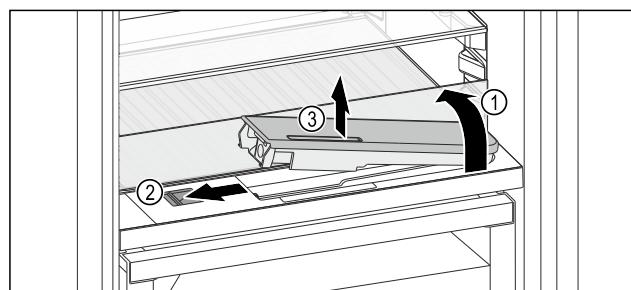

Fig. 135
- ▶ 抬起玻璃隔板，将其向后翻转至止挡 Fig. 135 (1)。
- ▶ 向左推滑块 Fig. 135 (2)。
- ▶ 取出水箱 Fig. 135 (3)。